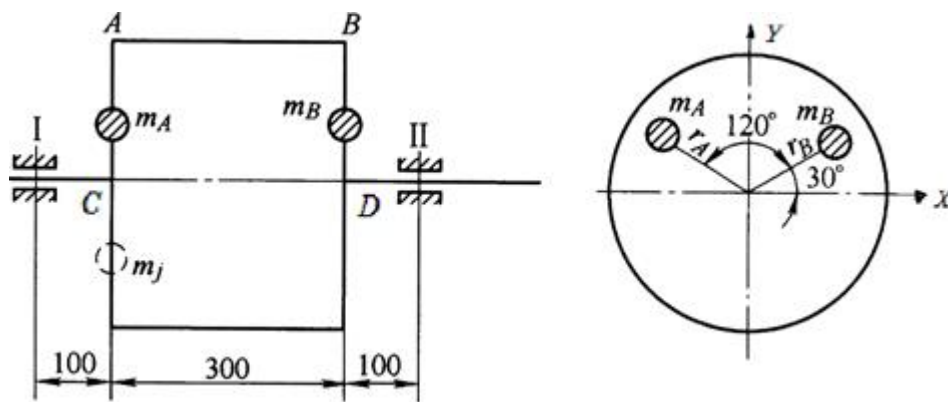

图8-2-9
8-10 图8-2-9所示回转件上存在空间分布的两个不平衡质量。已知 $m_A = 500\text{g}$, $m_B = 1000\text{g}$, $r_A = r_B = 10\text{mm}$, 转速 $n = 3000\text{r/min}$ 。(1) 求左右支承反力的大小和方向；(2) 若在A面加一平衡质径积 m_{fj} 进行静平衡，求 m_{fj} 的大小和方向；(3) 求静平衡之后左右支承反力的大小和方向；(4) 问静平衡后支承反力是增大还是减小？